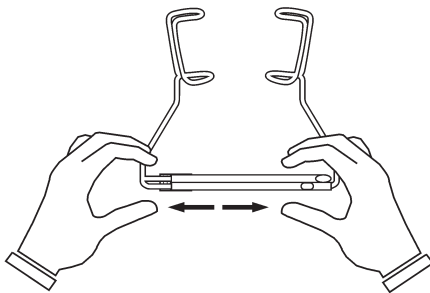
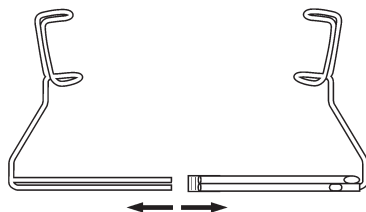

Abb. 2
Abb. 3
- Fassen Sie den Lidsperrerr wie in Abb. 2.
- Ziehen Sie die beiden Lidsperrerteile auseinander (Abb. 3).
- Demontieren Sie den Lidsperrerr gemäß Abb. 2 und Abb. 3.